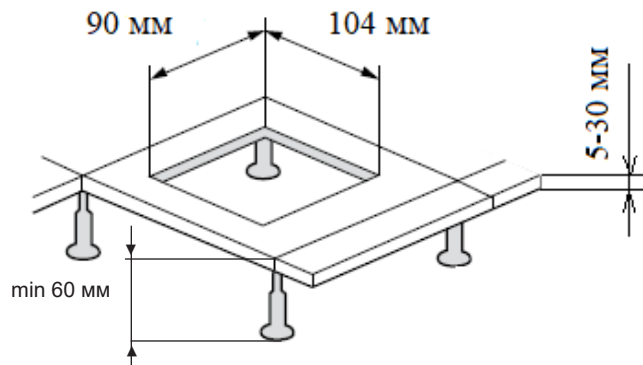

Рис. 3
1. Вырезать монтажное отверстие размером: 104 x 90 мм (рис. 3).